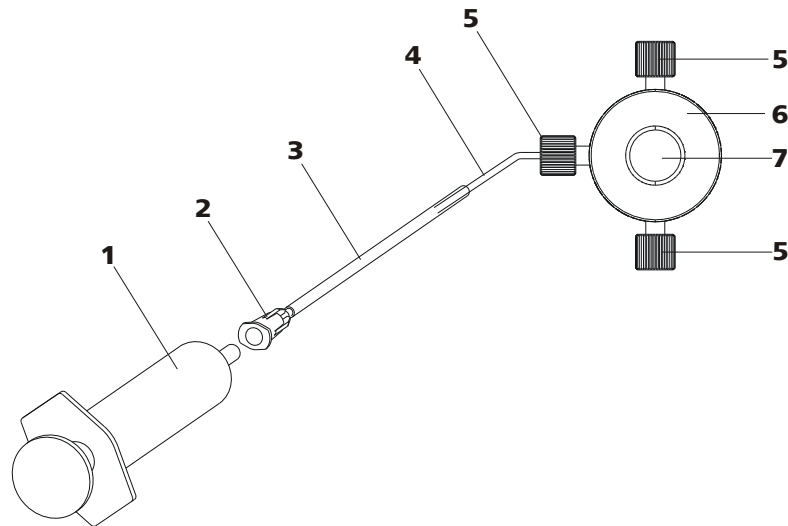

Abbildung 22 Hochdruckpumpe entlüften
Entlüften Sie die Hochdruckpumpe wie folgt (*siehe Abbildung 22, Seite 44*):
- Spritze (22-**1**) in den Luer-Anschluss (22-**2**) der Purge-Kanüle stecken (siehe Abbildung 22, Seite 44).